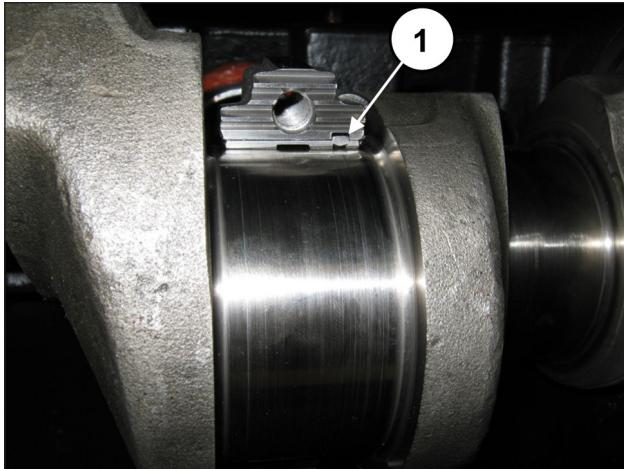

Fig. 66
Per un corretto montaggio dei semicuscini assicurarsi che la linguetta di riferimento dei semicuscini venga posizionata nell'apposito alloggiamento sulla semibiella (pos. ①, Fig. 66).